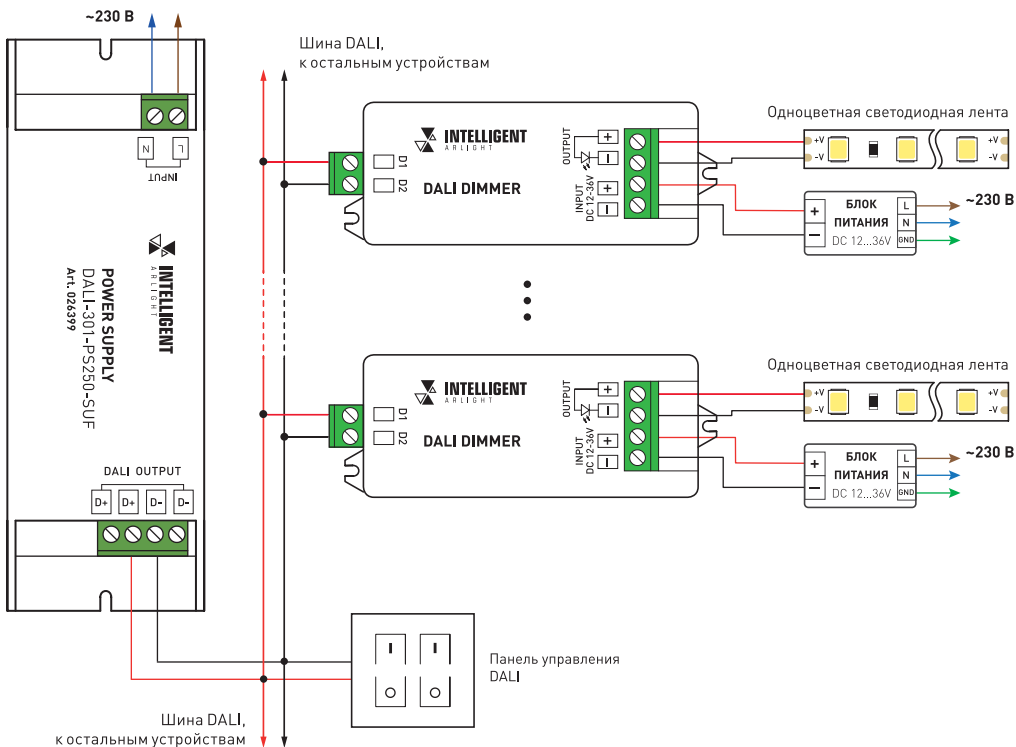

Рисунок 1. Схема подключения блока питания DALI-301-PS250-SUF на примере диммеров.
- 3.3. Подключите выход блока питания к шине DALI смонтированной системы (см. Рисунок 1). Подключение блока питания DALI-301-PS250-SUF показано на Рисунке 2.